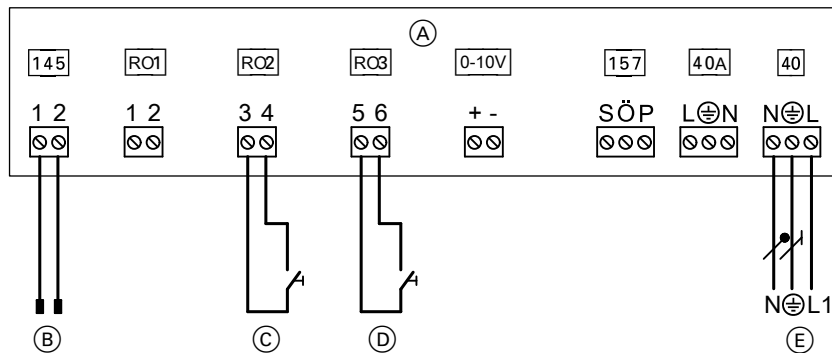

Fig. 58
- La extensia EA1 conform fig. 58